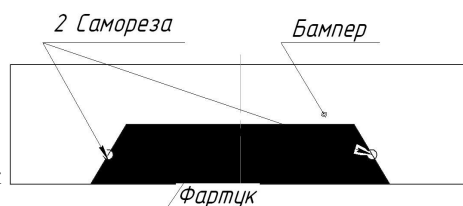

Рис. 3
- Открутить 2 самореза изнутри бампера (рис. 3), аккуратно отстегнуть боковые крепления фартука.